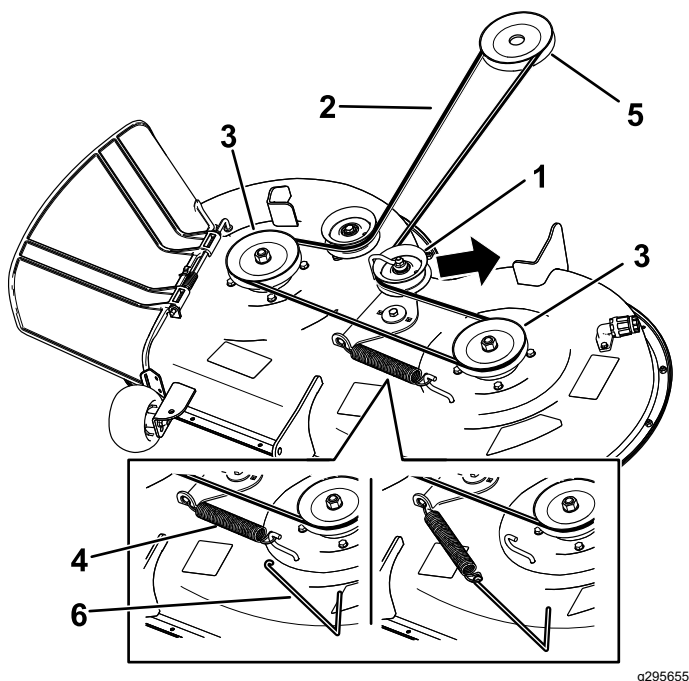

Figura 50
6. Usando una herramienta para la retirada de muelles (Pieza Toro N° 92-5771), retire el muelle tensor del gancho de la carcasa para eliminar la tensión de la polea tensora, y retire la correa de las poleas (Figura 50).
7. Pase la correa nueva alrededor de las poleas del motor y del cortacésped (Figura 50).
8. Usando una herramienta para la retirada de muelles (Pieza Toro N.º 92-5771), instale el muelle tensor sobre el gancho de la carcasa y tense la polea tensora y la correa (Figura 50).